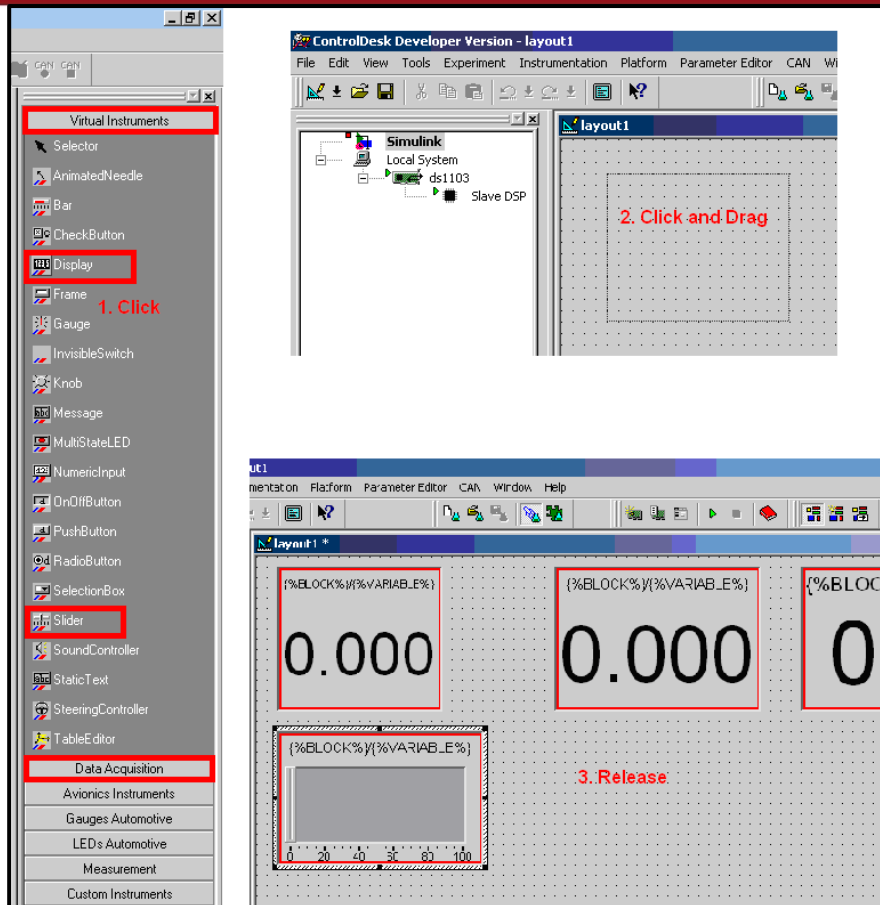

Fig.2.14: Agregar un bloque del menu de instrumento virtual.
3. Ahora con las ventanas de “Virtual Instruments” y “Data Acquisition” se van agregando cada uno de los bloques deseados al área de trabajo en el layout. Se da clic en el bloque deseado y luego se grafica el bloque en el campo del layout como se muestra en la Fig. 2.14: